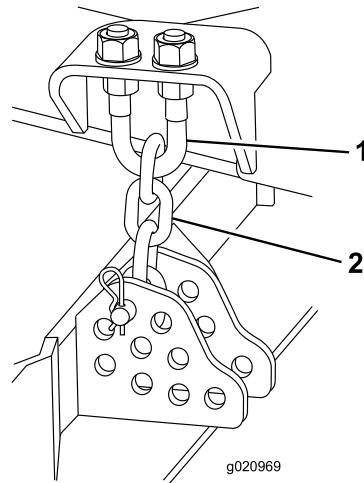

Bild 102
1. Lockern Sie die Klemmmuttern an der Ober- oder Unterseite des U-Bügels an der Schnitthöhenkette (Bild 102).